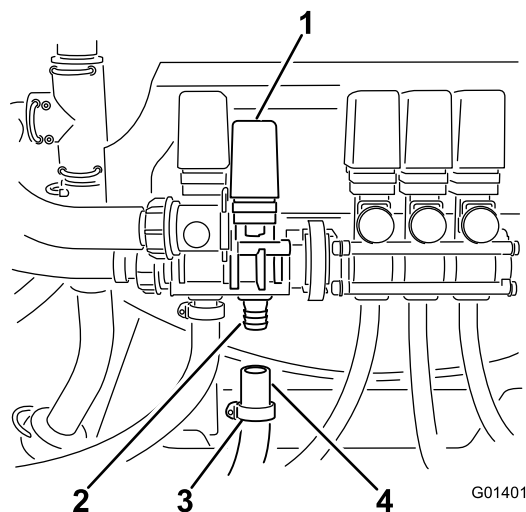

Figura 28
3. Fate scorrere una fascetta stringitubo allentata sull'estremità aperta del flessibile (Figura 28).